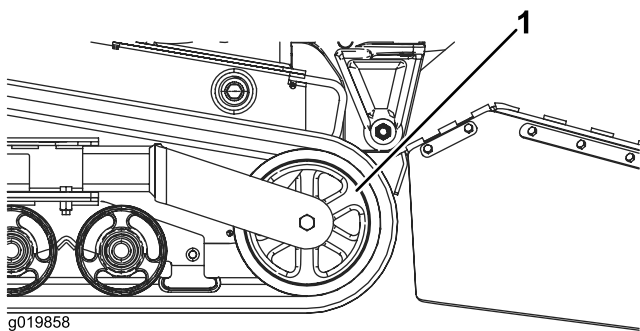

Figura 49
5. Spingete indietro la ruota di tensionamento quanto più possibile (Figura 49).
7. Dopo avere liberato il cingolo dalla ruota di tensionamento, toglietelo dalla macchina (Figura 49).